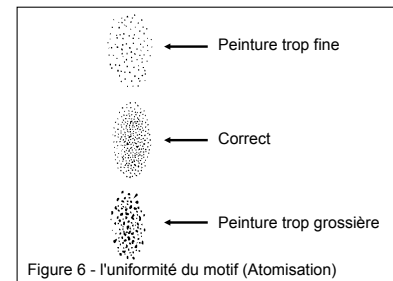

Figure 6 - l'uniformité du motif (Atomisation)
**Note:** Si le jet est trop fine, qui est cause par une trop grande quantité d'air de la quantité de peinture à pulvériser, réduisez la pression d'air ou ouvrez le bouton de commande de fluide plus pour pulvériser plus de peinture. Si le jet est trop grossier ou blocs crachant, réduisez la quantité de peinture avec le bouton de commande de fluide ou diluez la peinture plus. (Voir la figure 6)